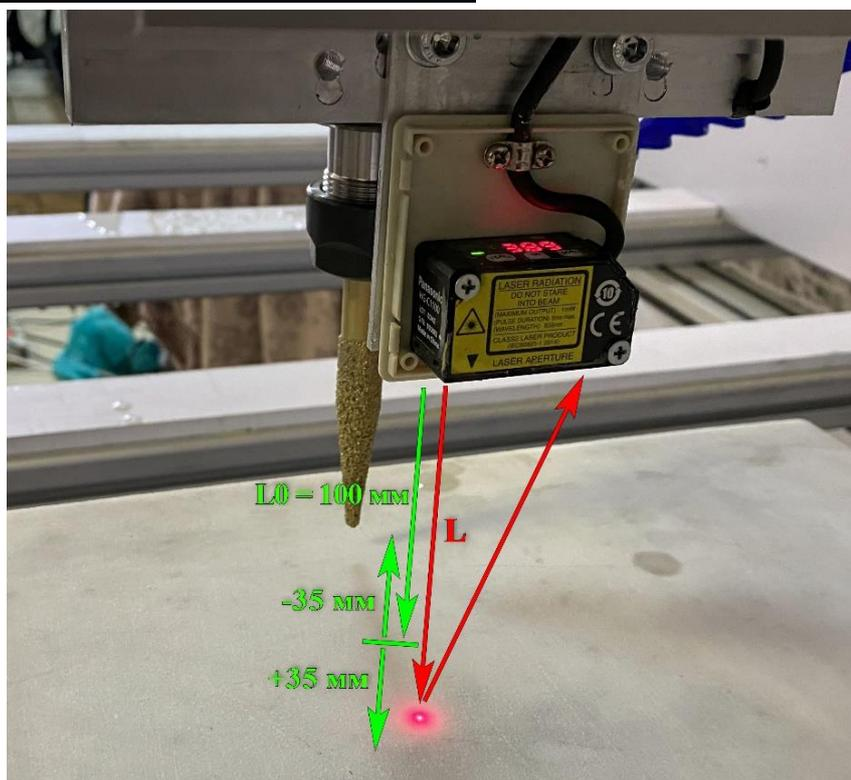
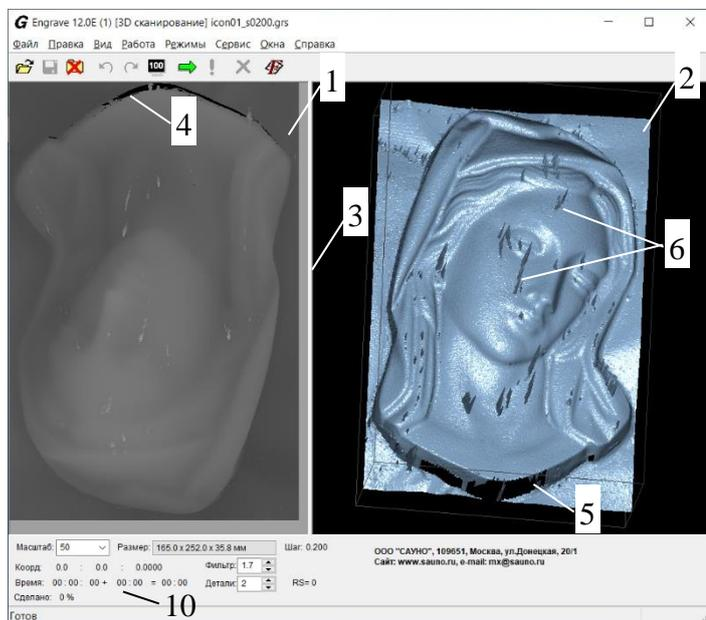

Рис.6.1. Лазерный дальномер. Диапазон измерения.
Рис.6.2. Экран программы *Engrave* в режиме 3D-сканирования (без применения фильтра)
Далее нажимайте кнопку <Z0> до тех пор, пока на пульте не появится надпись «Дист:» (см. рис.6.1). При входе в режим лазерный датчик включается, на экране лазерного датчика и одновременно на экране пульта должно появиться значение измеренного расстояния от датчика до поверхности заготовки в мм. Значения на экране лазерного датчика и пульта станка должны совпадать.
Число на экране соответствует расстоянию L , представленному на рис.6.1. Значение «0» на экране соответствует расстоянию L_0 от датчика до измеряемой поверхности. Для стандартного датчика $L_0=100$ мм.
В левой части экрана сканируемый барельеф отображается в виде полутоновой картинки (рис.6.1 поз.1). Обработанные точки отображаются на экране оттенками серого цвета. Чем выше уровень точки, тем ярче цвет, т.е. самые высокие области будут белыми. Необработанные точки отображаются черным цветом (поз.4). В правой части экрана барельеф отображается в виде объемной (3D) модели поз.2. Размеры левого и правого окон можно изменять, передвигая мышью (при нажатой левой клавише) рамку между двумя окнами поз.3.
* Время работы рис.6.2 поз.10 выводится в нижней панели *Engrave* в формате:
Сканер обрабатывает поверхность последовательными проходами по оси X строка за строкой. Шаг между строками соответствует шагу сканирования. Так как луч лазера отражается от поверхности под углом (см. рис.6.1), то при сканировании вертикальных стенок при определенном направлении рабочего хода **луч лазера может попадать в стенку и не доходить до приемника** датчика. В этом случае на барельефе появляются необработанные области рис.6.2 поз.4,5 (на экране программы *Engrave* они черного цвета). Необработанные области могут возникать и **при сканировании блестящих участков** поверхности заготовки. На блестящих участках могут появляться **скачки по оси Z в виде «иголок»** рис.6.2 поз.6 на 3D-изображении. После завершения сканирования в программе *Engrave* сканированный барельеф обрабатывается фильтром, который устраняет необработанные области. Чем меньше по площади необработанная область, тем лучше действует фильтр.